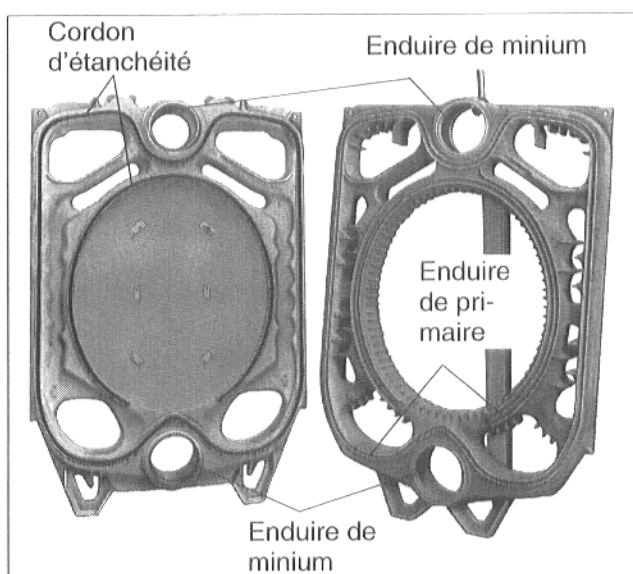

Fig. 14
- Placer le cordon d'étanchéité en caoutchouc dans la gorge d'étanchéité, sur le devant de l'élément arrière, en commençant par la zone supérieure de l'alésage et appuyer légèrement (Fig. 14).
- Enduire de minium les surfaces étanches de l'alésage (Fig. 14).
- Enduire les nervures d'étanchéité de primaire (Fig. 14).